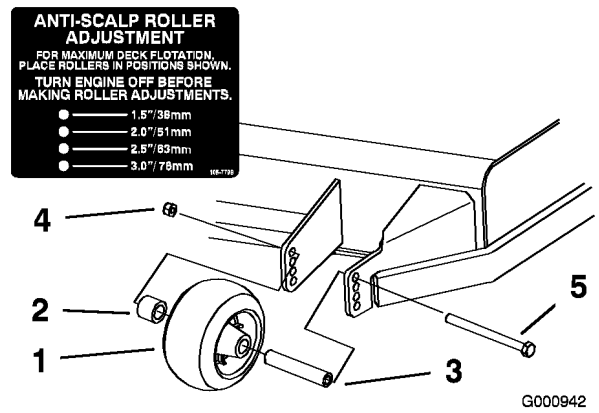
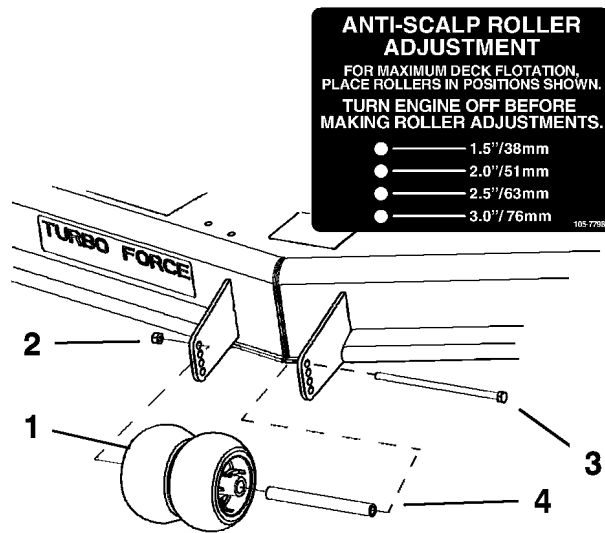

Figure 20
Figure 21
- Après avoir réglé la hauteur de coupe, réglez les galets en retirant l'écrou à collerette, la bague, l'entretoise et le boulon (Figure 20, Figure 21 et Figure 50).
Remarque: Les deux galets centraux ne sont pas munis d'entretoise (Figure 21).
- Posez l'écrou à collerette, la bague, l'entretoise et le boulon. Serrez à 54-61 Nm (Figure 20, Figure 21 et Figure 50).